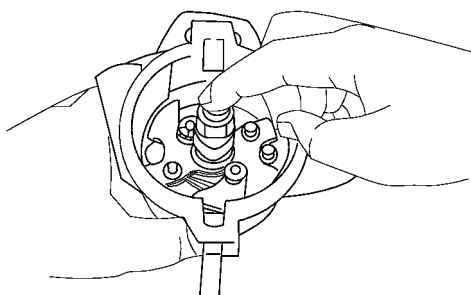

图 5-26 用手指按压润滑脂堵头
2) 装上并旋紧螺钉，然后向轴注入耐高温润滑脂，并用手指按压润滑脂堵头，如图 5-26 所示。
(3) 安装调速器弹簧。使用尖嘴钳装上两个弹簧。
(4) 安装断路器板。使断路器板上的 4 个夹扣对准壳体上的切口部位，插入断路器板，用螺钉装上引出线的一端和两个平板垫圈。